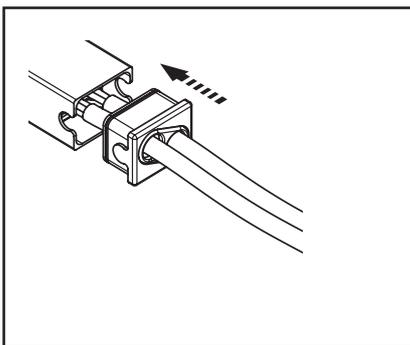

Abb.7 Einsetzen der Platine in den Gehäuse
8. Schieben Sie die Verschlusskappe, bis der Gehäuse vollständig verschlossen ist (Abb. 7).